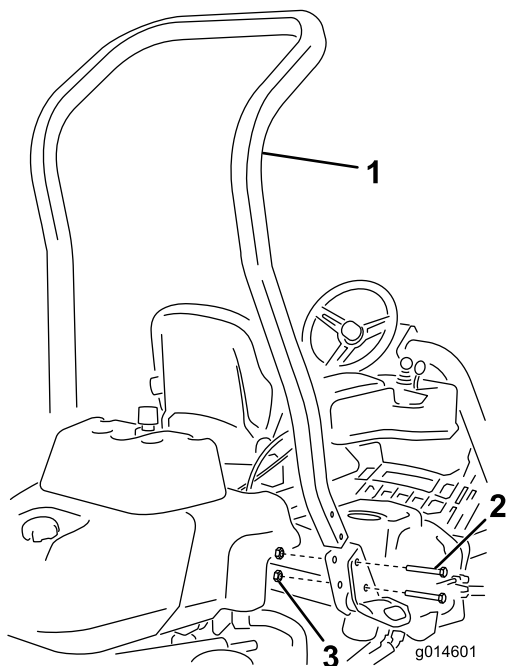

Bild 3
3. Befestigen Sie den Überrollbügel mit vier Schrauben ($\frac{1}{2}$ " x $3\frac{3}{4}$ "") und vier Bundmuttern ($\frac{1}{2}$ "") in den Aussparungen an jeder Seite der Maschine, wie in Bild 3 abgebildet.